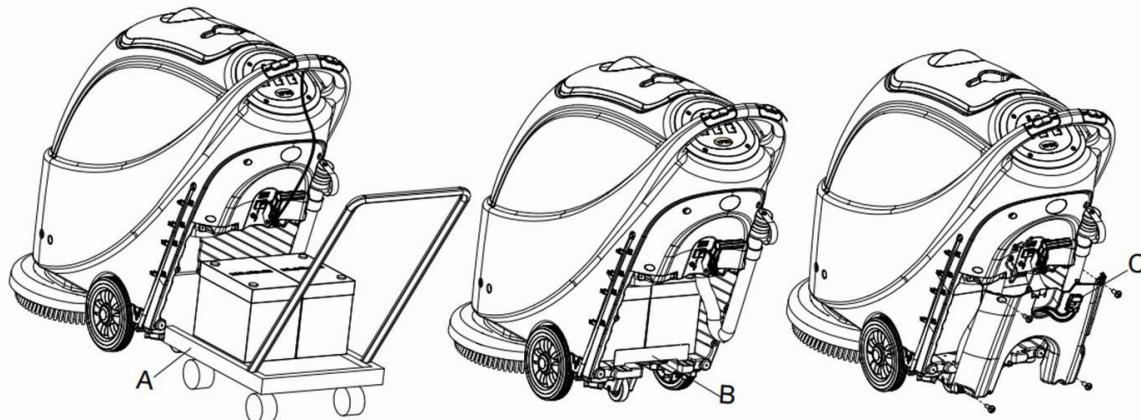

Рисунок 7
14. Установите батарею специально изготовленными инструментами по установке батареи (A, рисунок 7). После установки батареи, извлеките инструменты установки батареи, и установите фиксирующий кронштейн батареи (B, рисунок 7).
15. Установите разъем батареи (C, рисунок 7) через отверстие в верхней части крышки батарейного отсека, установите сливной шланг через правое отверстие крышки батарейного отсека, зафиксируйте крышку батарейного отсека с помощью 4 винтов, а затем установите вытягивающийся шнур валика, сливной шланг, и валик последовательно.